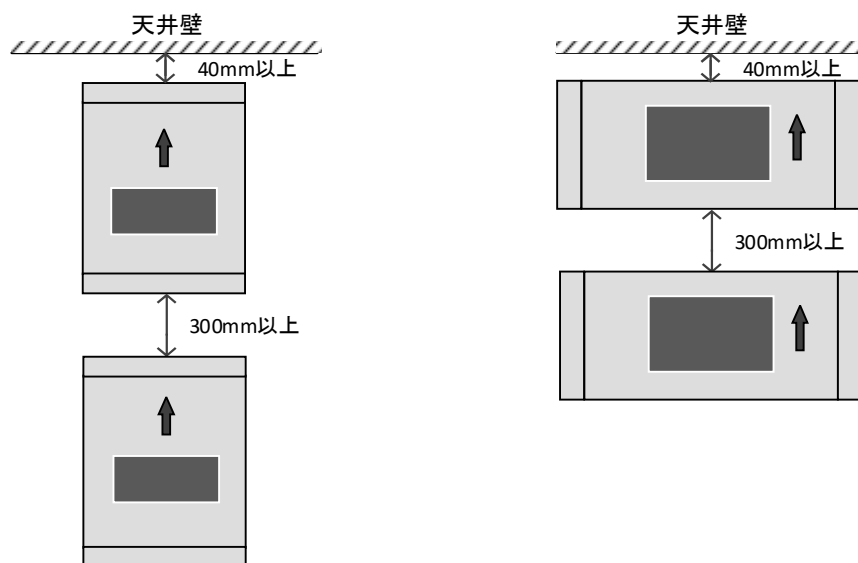

図 15. 電源部取付時の注意事項
- (1) 電源部は本体に表示されている矢印を上向きにして取り付けて下さい（図 15）。
- (2) 天井壁からは放熱のため 40mm 以上離して取り付けて下さい（図 15）。電源部の周囲に熱がこもることにより、電源部の周囲温度が 40℃を越え期待寿命（20 年以上）が短くなる可能性があります。
- (3) 電源部を矢印方向に重ねて配置しないで下さい。やむをえず重ねて配置する場合は、300mm 以上離して配置して下さい（図 15）。電源部の周囲に熱がこもることにより、電源部の周囲温度が 40℃を越え期待寿命（20 年以上）が短くなる可能性があります。
- (4) 故障選択装置は振動が少なく、操作性の良いところに取り付けて下さい。